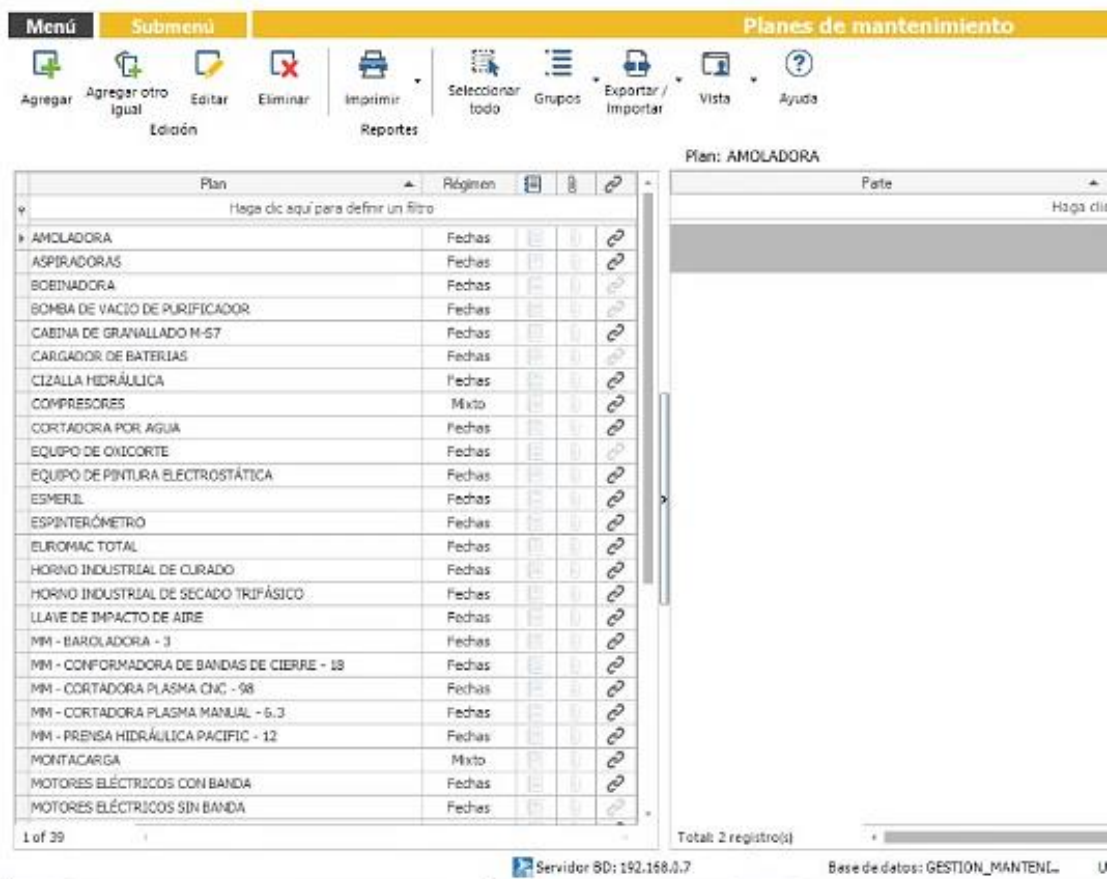

Figura 16: Maquinaria ingresada en el programa
- La figura 16 muestra las máquinas y equipos ingresados en el software, para inicio de la implementación se ingresarán las máquinas del área con la que se trabajó en el presente proyecto.